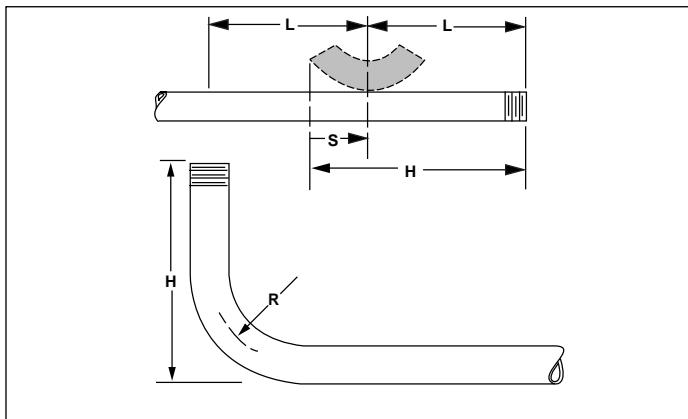

Abbildung 5
- Den gewünschten Biegpunkt (H) auf dem geraden Rohr markieren (siehe Abbildung 5).
- Die zu biegende Rohrgröße in Tabelle 1 suchen und das Rücksetzmaß (S) entnehmen.
- Das hintere Maß bestimmen (Rücksetzmaß (S) abziehen und Rohr markieren).